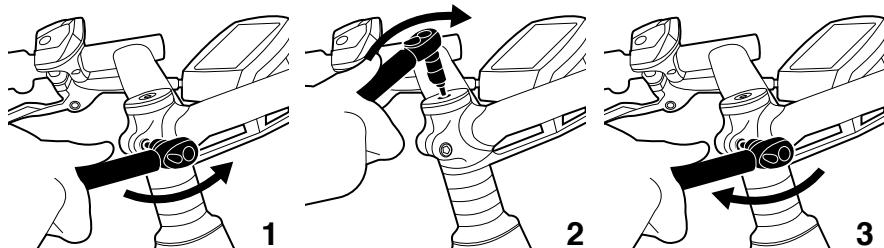

Figura 12. Passaggi per la regolazione della serie sterzo
La serie sterzo comprende due cuscinetti e due coppe posizionate a ciascuna estremità del tubo sterzo. Tutte le biciclette Moustache presentano una serie sterzo "Ahead" che si regola tramite un cappuccio rotondo ubicato sotto all'attacco manubrio (come nella Figura 12).
1. Allentare le viti sull'attacco manubrio come indicato nel passaggio 1 della *Figura 12*.
2. Successivamente stringere in modo progressivo, ma senza forzare, la vite nel cappuccio finché il gioco non scompare, come indicato nel passaggio 2 della *Figura 12*.
4. Stringere nuovamente le viti sull'attacco manubrio come indicato nel passaggio 1 della *Figura 12*.